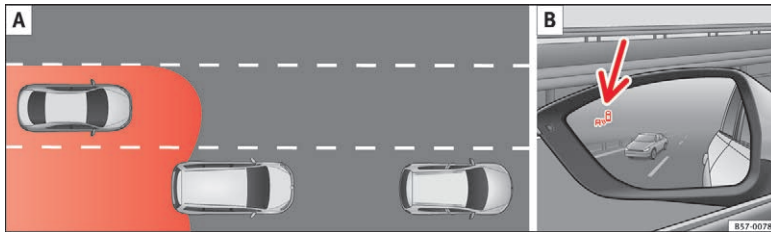
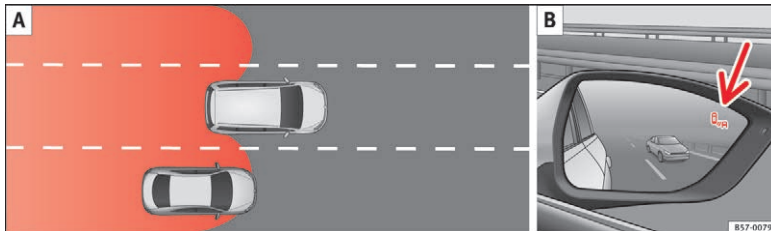

Fig. 203 Skematisk visning: **A** Overhaling med trafik i det bageste område. **B** Indikator til Blind Spot-assistenten i venstre sidespejl
Fig. 204 Skematisk visning: **A** Overhaling og efterfølgende skift til højre vognbane. **B** Indikator til Blind Spot-assistenten i højre sidespejl
ke ses udefra »» **Fig. 202**. Sensorerne registrerer området med den blinde vinkel samt trafikken bag ved bilen »» **Fig. 203**, »» **Fig. 204**. Områderne i siden omfatter lidt over en vognbanebredde.
I de efterfølgende situationer bliver indikatoren » » **Fig. 203 B** (pil) eller » » **Fig. 204 B** (pil) vist i sidespejlet:
- Når du overhales af en anden bil » » **Fig. 203 A**
- Når du overhaler en anden bil » » **Fig. 204 A** med en hastighedsdifference på ca. 10 km/h (6 mph) Hvis overhalingen foretages væsent-